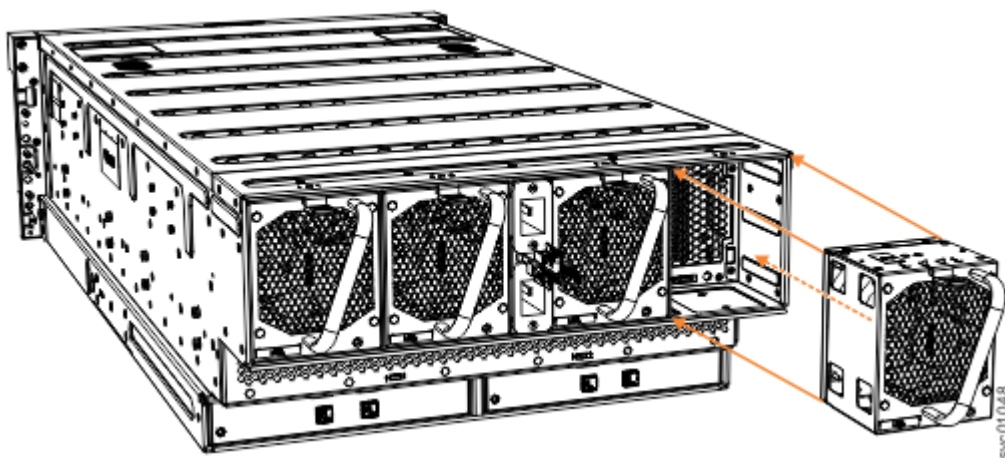

Figura 122. Remova o módulo de ventilador
3. Use a alça para puxar o módulo de ventilador para fora do chassi do gabinete de expansão, conforme mostrado em Figura 122 na página 109.